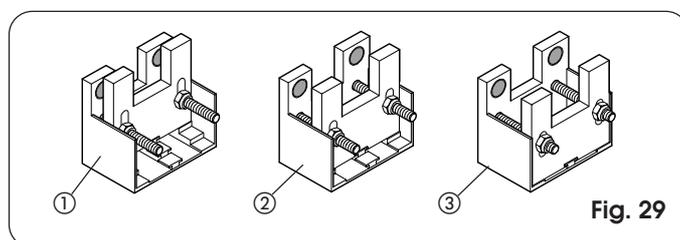

Fig. 29
- 1) Cremagliera zincata 30 x 6 modulo 4 (Fig. 29 - Rif. ①)
- 2) Cremagliera zincata 30 x 12 modulo 4 (Fig. 29 - Rif. ②)
- 3) Cremagliera in nylon rinforzato 30 x 20 modulo 4 (Fig. 29 - Rif. ③)